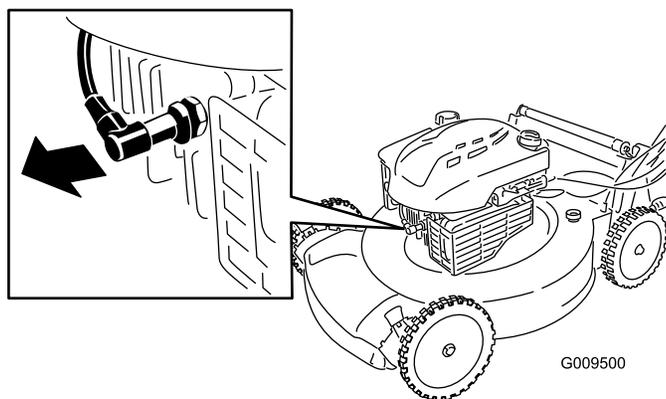

Рисунок 14
2. Отсоедините провод от свечи зажигания (Рисунок 14), прежде чем выполнять любые процедуры технического обслуживания.